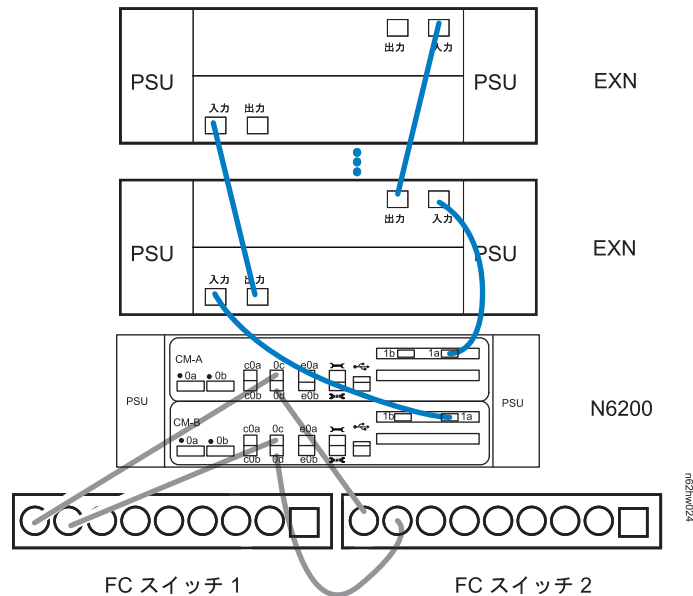

図9. N6200 シリーズ・システム拡張アダプターからストレージ拡張ユニットへのケーブル接続
3. 20 ページの図 9 に示されているように、上部コントローラー・モジュール (CM-A) のデュアル・ポート拡張アダプターのポート 1a を、最初のストレージ拡張ユニットのチャンネル A の ESH4 または AT-FCX 入力ポートに配線します。
4. 20 ページの図 9 に示されているように、下部コントローラー・モジュール (CM-B) のデュアル・ポート拡張アダプターのポート 1a を、最初のストレージ拡張ユニットのチャンネル B の ESH4 または AT-FCX 入力ポートに配線します。
5. 図9 に示されているように、最初のストレージ拡張ユニットのチャンネル A の ESH4 または AT-FCX 出力ポートを、次のストレージ拡張ユニットのチャンネル A の ESH4 または AT-FCX 入力ポートに配線します。このケーブルにベタ一色のラベルを貼ります。
6. 図9 に示されているように、最初のストレージ拡張ユニットのチャンネル B の ESH4 または AT-FCX 出力ポートを、次のストレージ拡張ユニットのチャンネル B の ESH4 または AT-FCX 入力ポートに配線します。このケーブルにベタ一色のラベルを貼ります。